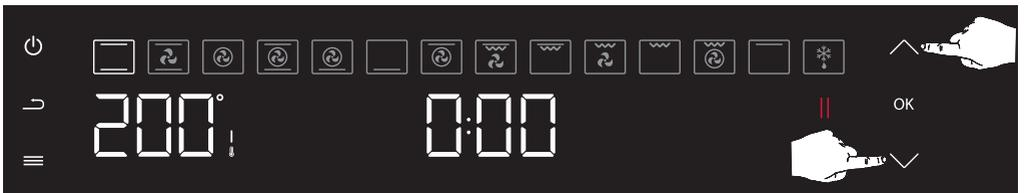

Abbildung 15
2. Im Menü "Garen" wechselt die Anzeige der aktiven Einstellung zunächst zu den Garfunktionen, zwischen denen durch Drücken der Richtungstasten nach oben (⬆️) oder nach unten (⬇️) gewechselt werden kann. (siehe Abbildung 15) Drücken Sie einmal die Bestätigungstaste (OK), um die gewünschte Garfunktion auszuwählen.